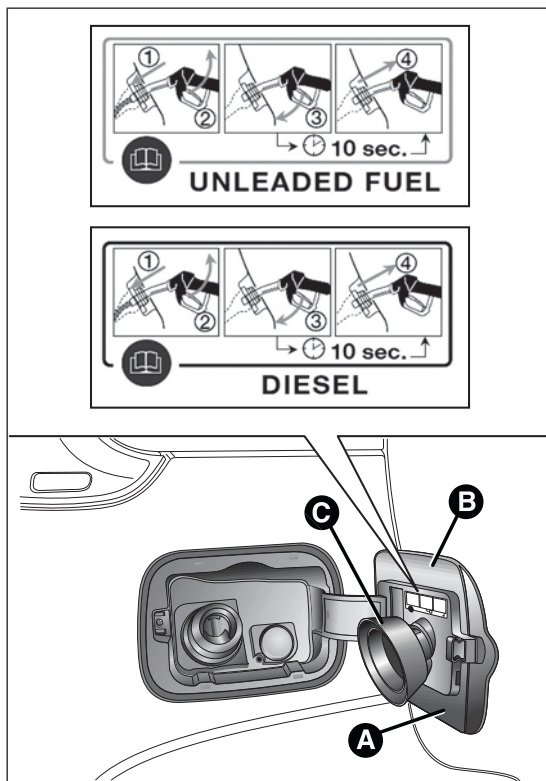

fig. 73
La procedura di rifornimento di seguito descritta è illustrata sulla targhetta B fig. 73 ubicata all'interno
- aprire lo sportello A fig. 73 tirandolo verso l'esterno;
Lo sportello A fig. 73 è provvisto di una cuffia parapolvere C che, a sportello chiuso, impedisce il deposito di impurità e polvere all'estremità del bocchettone.